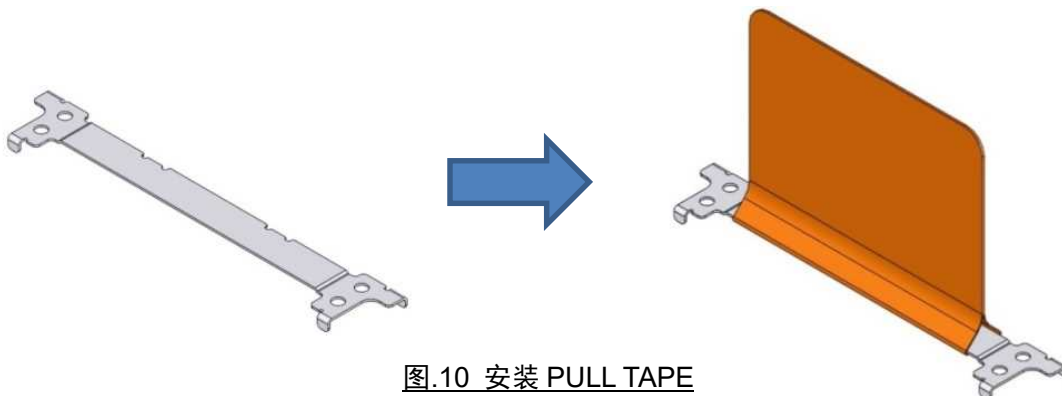

图.10 安装 PULL TAPE
① 如图.10 所示，在 PULL TAPE HOLDER 上粘贴 PULL TAPE。